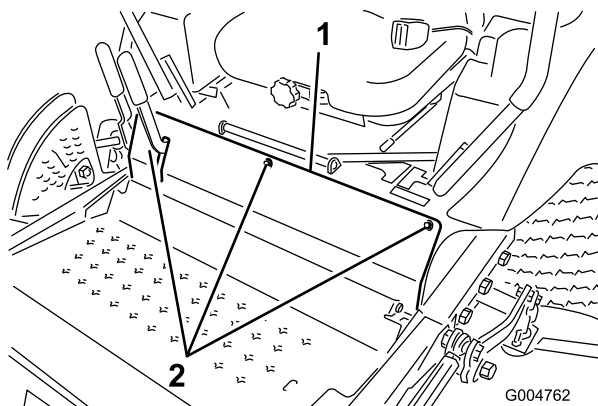

Figure 54
2. Retirez les boulons de fixation du panneau avant et déposez le panneau (Figure 54).